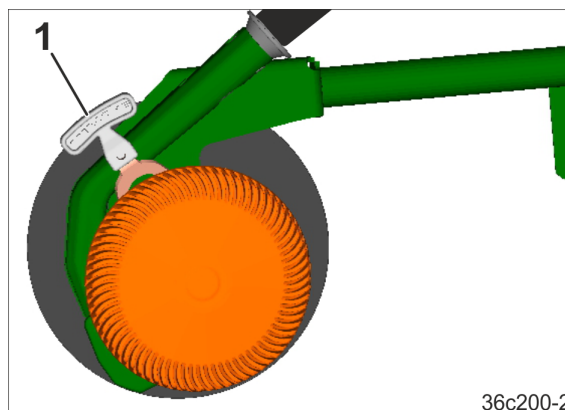

Рис. 177
2. Вставьте выступ дискового/роликового ограничителя глубины в необходимое отверстие. Ручка (Рис. 177/1) предназначена для задействования дискового/роликового ограничителя глубины.